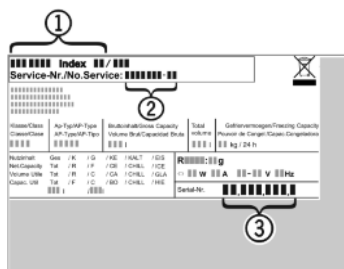

Fig. 8
- ▶ Apparaataanduiding *Fig. 8 (1)*, servicenr. *Fig. 8 (2)* en serienr. *Fig. 8 (3)* van het typeplaatje aflezen. Het typeplaatje bevindt zich aan de linkerkant binnen in het apparaat.
- ▶ Contact opnemen met de Technische Dienst en het probleem, apparaataanduiding *Fig. 8 (1)*, servicenr. *Fig. 8 (2)* en serienr. *Fig. 8 (3)* mededelen.